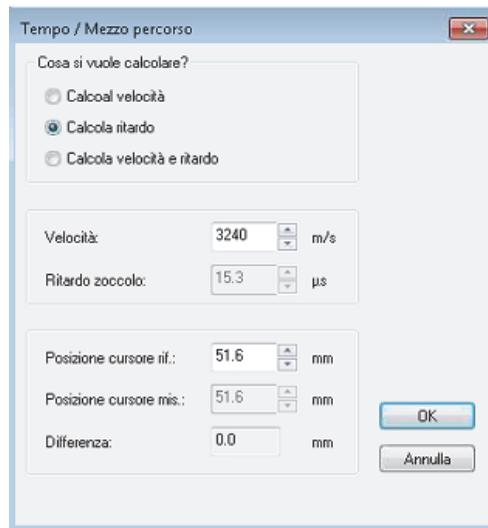

Figura 4-26 Taratura con al finestra di dialogo Tempo / Mezzo percorso
7. Nella finestra di dialogo **Tempo / Mezzo percorso** che appare (vedi Figura 4-26 a pagina 126), procedere come segue: